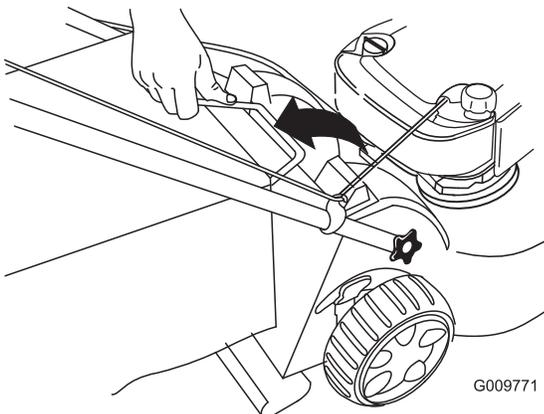

Bild 32
2. Heben Sie den Fangkorbbügel aus den Kerben oben an der Maschine und nehmen Sie den Fangkorb ab (Bild 32).